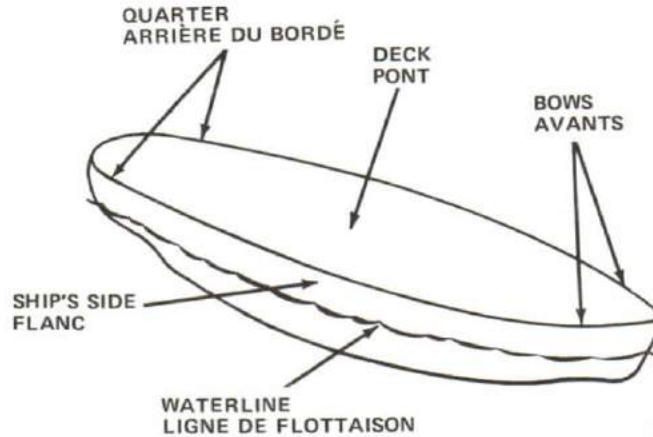

Figure 6-4
7. The width of a ship is called its beam. If you were to measure the beam by placing a large ruler from side to side, that ruler would be lying athwartships. Anything which lies or runs from side to side lies or runs athwartships. See Figure 6-4.
7. La dimension en largeur d'un navire s'appelle la largeur au fort. Si vous pouviez mesurer la largeur au fort en plaçant une règle très large d'un bord à l'autre, vous diriez que cette règle est placée par le travers. Tout ce qui se place ainsi, ou qui va d'un bord à l'autre, est dit se trouver ou courir par le travers (voir la figure 6-4).
8. So that you can better describe the various places in a ship, the surfaces of the hull are given names. The flat or horizontal surfaces upon which you walk are called decks. The up and down or vertical surfaces of the hull above the water are called the ship's sides. Where the ship's side curves inward toward the stem is called the bow and where it curves toward the stern is called the quarter. Thus, there is a port bow and a starboard bow, a port quarter and a starboard quarter. See Figure 6-4.
8. Afin de vous permettre de décrire avec précision les différentes parties d'un navire, on a donné des noms aux surfaces de la coque. La surface plate et horizontale sur laquelle vous marchez s'appelle le pont. Les surfaces verticales ou latérales de la coque au-dessus de la ligne de flottaison sont appelées les flancs. La partie où les flancs du navire s'incurvent pour former la proue est appelé avant; la partie où ils s'incurvent s'appelle arrière de bordé. Ainsi il y a un avant bâbord et un avant tribord, un arrière de bordé bâbord et un arrière de bordé tribord. (Voir la figure 6-4).